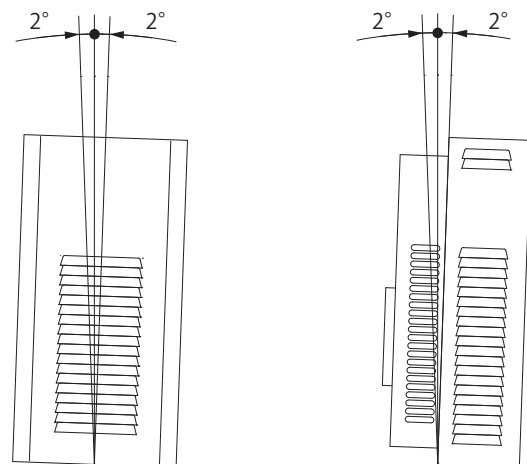

図 2 取付角度
- ・ 前後左右とも傾きがないよう(±2°以下)に、水準器などで確認してください。(図 2)